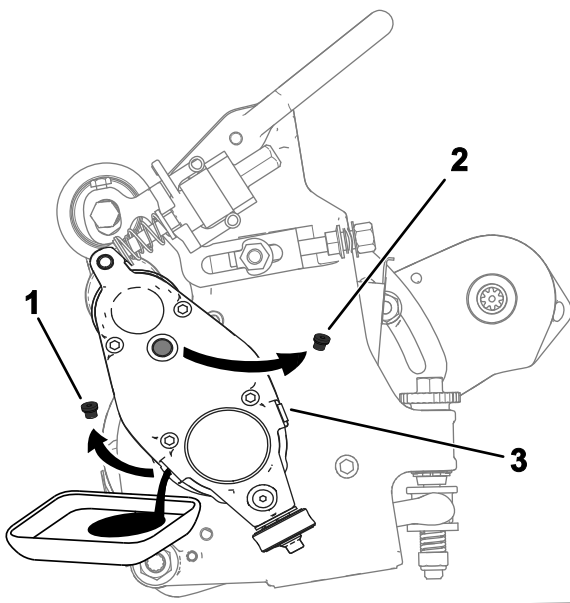

図 23
- 図 23のように、オイルが完全に抜けるように排出口を下にしてカッティングユニットを後ろに傾ける。